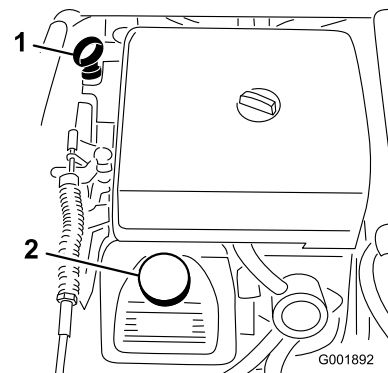

Figura 50
2. Retire la varilla y límpiela con un paño limpio (Figura 50). Introduzca la varilla en el tubo asegurándose de que entre a fondo. Retire la varilla y compruebe el nivel de aceite.
3. Si el nivel de aceite es bajo, retire el tapón de llenado de la cubierta de la válvula (Figura 50) y vierta aceite por el orificio hasta que el nivel de aceite llegue a la
- Agregue lentamente un 80% de la cantidad especificada de aceite por el tubo de llenado (Figura 50).